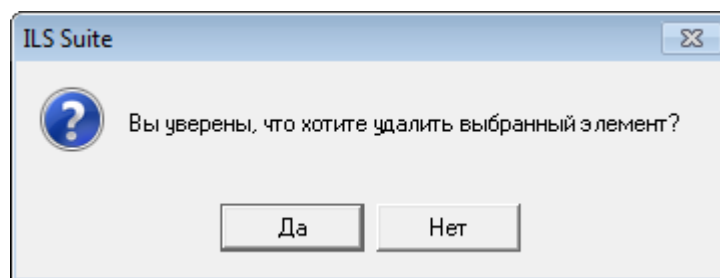

Рис. 12-38 – Диалоговое окно при удалении ТК
- 4) В открывшемся диалоговом окне нажать «Да» для подтверждения действия (рис. 12-38).